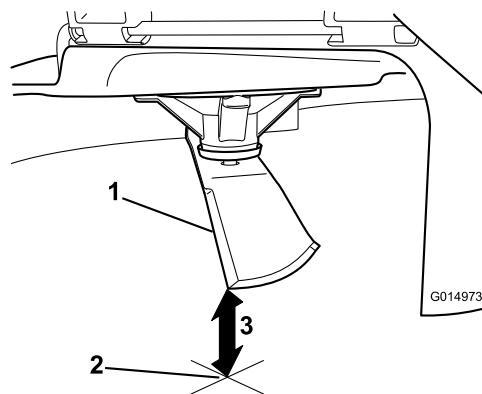

Figure 63
- Mesurez la distance entre la pointe de la lame et la surface plane (Figure 63).